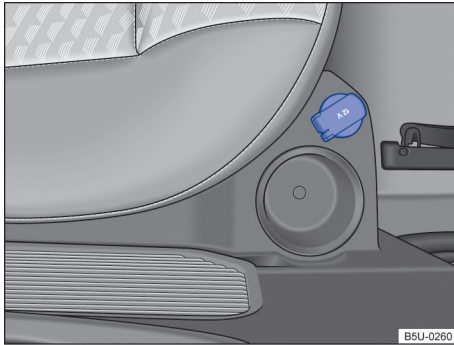

Fig. 106 En el lateral del asiento trasero: toma de corriente de 12 V - Nueva Saveiro doble cabina
- En el portaobjetos del lado derecho del asiento trasero → **fig. 106**.